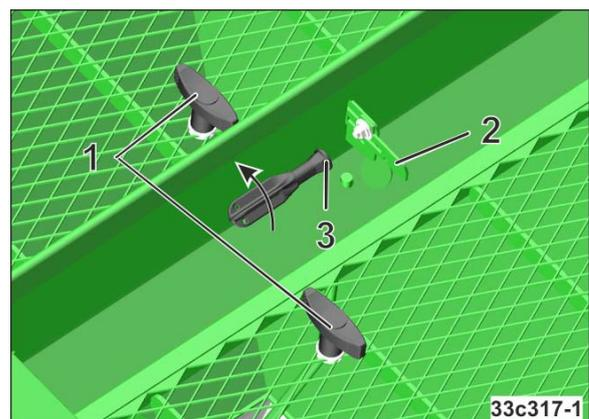

Fig. 78
- (1) Traktor-Feststellbremse anziehen, Traktormotor abstellen und Zündschlüssel abziehen.
- (2) Siebsicherung (Fig. 78/2) mit Hilfe des Steckgriffs lösen (Fig. 78/3)
- (3) Siebe lassen sich mit den Handgriffen (Fig. 78/1) entnehmen
- (4) Behälter reinigen
- (5) Siebe in umgekehrter Reihenfolge montieren.